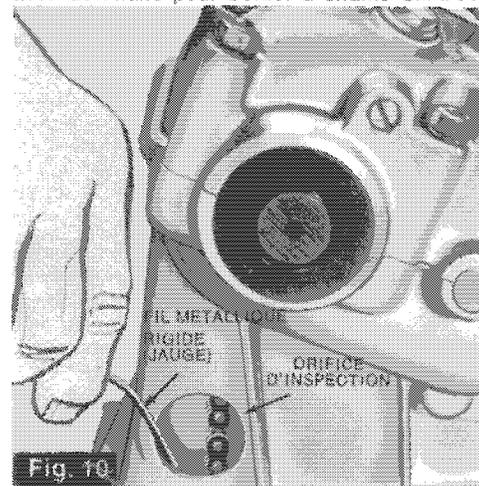

Fig. 10
2. En vous servant d'un fil métallique assez rigide comme jauge, vérifiez le niveau d'huile (voir fig. 10). Sur les modèles 399R et 399ER le niveau doit atteindre 2 1/4" sur la jauge, et 3 1/4" sur les modèles 640ER.